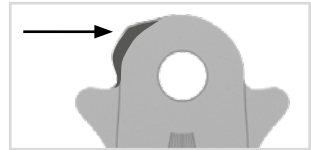

Fig. 32
Dersom du ikke har behov for andre utstyrsalternativer for ombygging (se avsnitt 11), kan du file bort nesen på den lodrette linjen (fig. 32 og 33) fullstendig.
- 1 Slip systemfotbøylen langs laserlinjen (fig. 32 og 33).